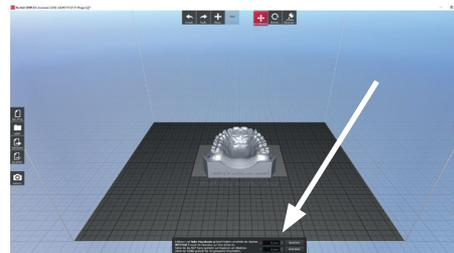

Abb. 1
⇒ Drehen anklicken. Ein Informationsfenster öffnet sich, in dem die Drehwinkel um die drei Raumrichtungen X, Y, Z angezeigt wird (siehe Abb. 1).
- ◆ Ein Informationsfenster öffnet sich, mit Angaben zum Absetzen eines Objekts (siehe Abb. 1).